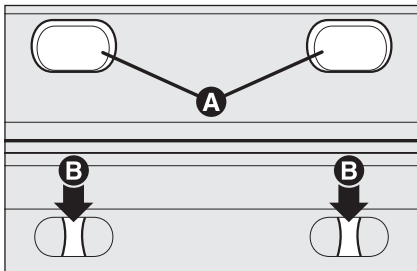
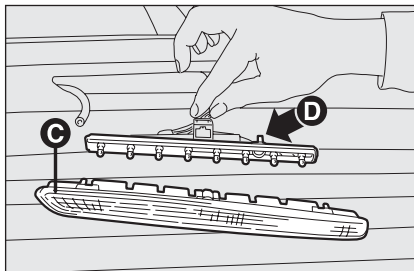

fig. 26
fig. 27
- enlever les bouchons **A**-fig. 26 en caoutchouc;
- appuyer sur les dispositifs de blocage **B**-fig. 26 et enlever le groupe transparent **C**-fig. 27;
- en agissant en opposition sur les ailettes **D**-fig. 27 enlever le porte-ampoule;